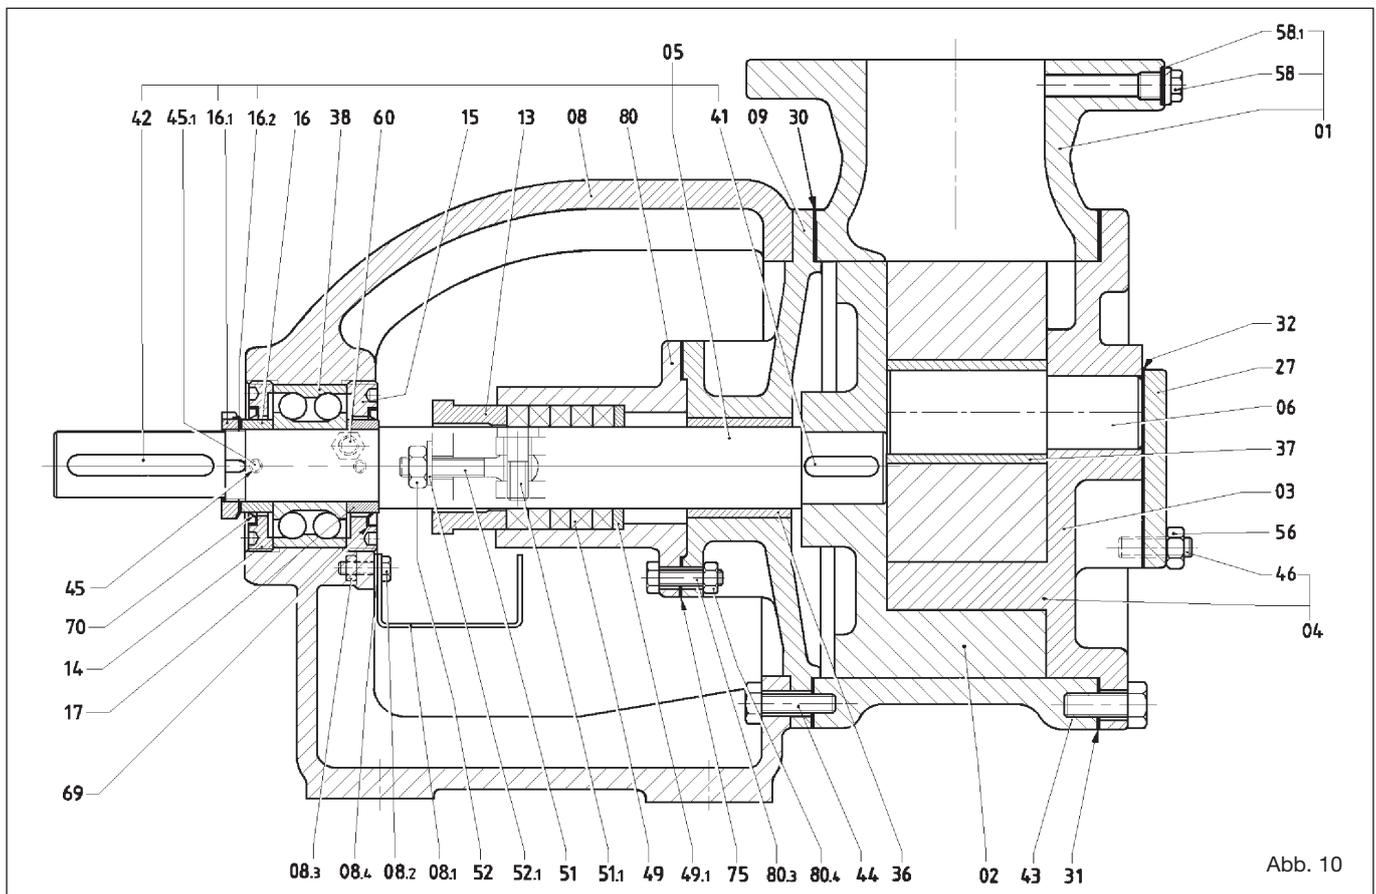

Abb. 10
11.1 Entfernung des Abdeckung (04) (Abb. 10)
- Die Schrauben (43) lösen. Wo vorhanden die beiden Gewindebohrungen benutzen, um das Abziehen zu vereinfachen.
- Bei der Entfernung der Abdeckung Beschädigungen der Dichtung (31) vermeiden. Anderenfalls muss sie ersetzt werden. keine beschädigten Dichtungen oder Dichtungen mit einer Stärke verwenden, die sie von der der Originaldichtung unterscheidet.
11.2 Entfernung des Losrads (03) (Abb. 10)
- ❑ Das Rad vom Bolzen (06) abziehen; in der zentralen Bohrung ist ein Bronzelager (37) vorhanden. Einige Versionen weisen dieses Bronzelager nicht auf und dann hat der Bolzen einen größeren Durchmesser.
11.3 Entfernung des Bolzens (06) (Abb. 10)
11.4 Entfernung des Körpers (01) (Abb. 10)
- ❑ Die Schrauben (44) entfernen.
- ❑ Den Körper von der Baugruppe Flansch-Halterung (09) trennen und dabei darauf achten, dass die Dichtung (30) nicht beschädigt wird; anderenfalls muss sie ersetzt werden.
11.5 Entfernung der Kugellager (38) (Abb. 10)
11.12 Entfernung des Bronzelagers (Abb. 10)
- ❑ Wie in den Anweisungen (Punkt 11.1-11.2-11.4-11.5) für die Pumpen mit Packungsdichtung oder mechanischer Dichtung angegeben vorgehen und die Welle vollständig aus der Baugruppe Flansch-Halterung (09) herausziehen.
- ❑ Zum Entfernen des Rotors eine Presse benutzen (02).
12.1 Montage Kugellager (38) (Abb. 10)